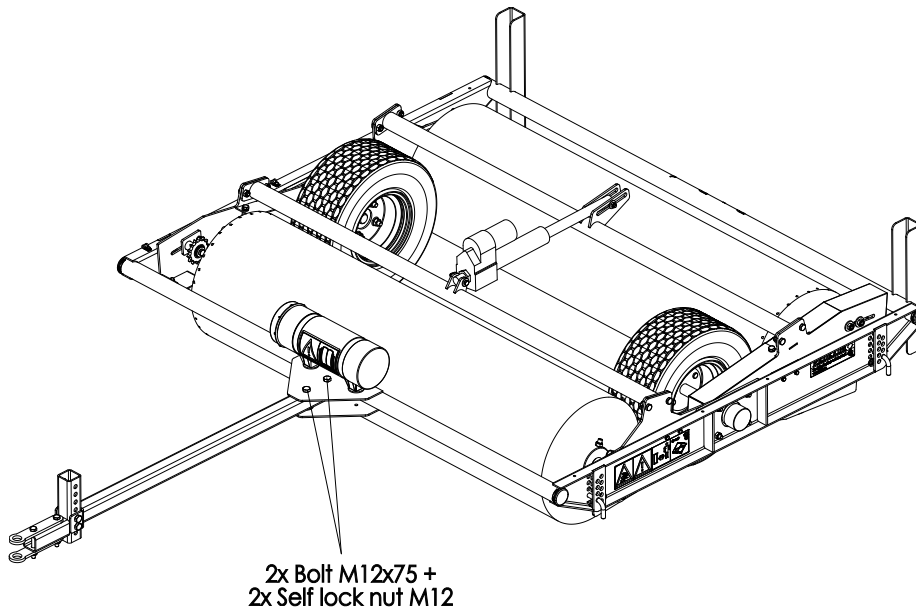

Fig. 8
7. Posizionare la barra di traino (Fig. 8)